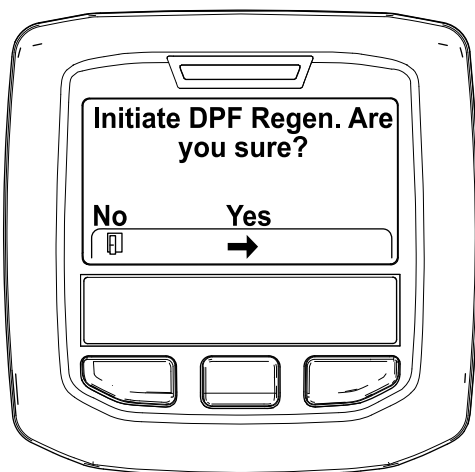

Рисунок 45
4. Когда появится сообщение "Initiate DPF Regen. Are you sure?" («Начать регенерацию DPF. Вы уверены?»), нажмите среднюю кнопку (Рисунок 45).